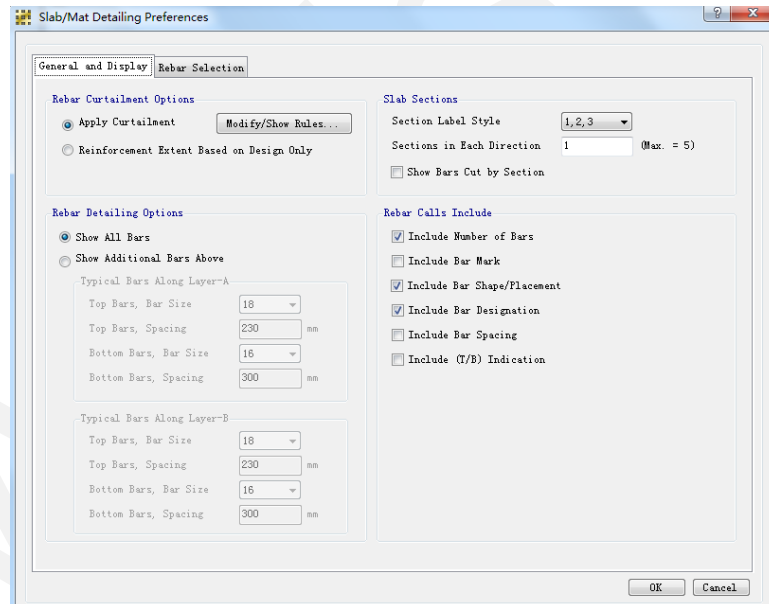

图 44 板/基础详图首选项对话框
- D. 点击**详图菜单 > 板/基础配筋首选项**打开板/基础配筋首选项对话框如图 44 所示。